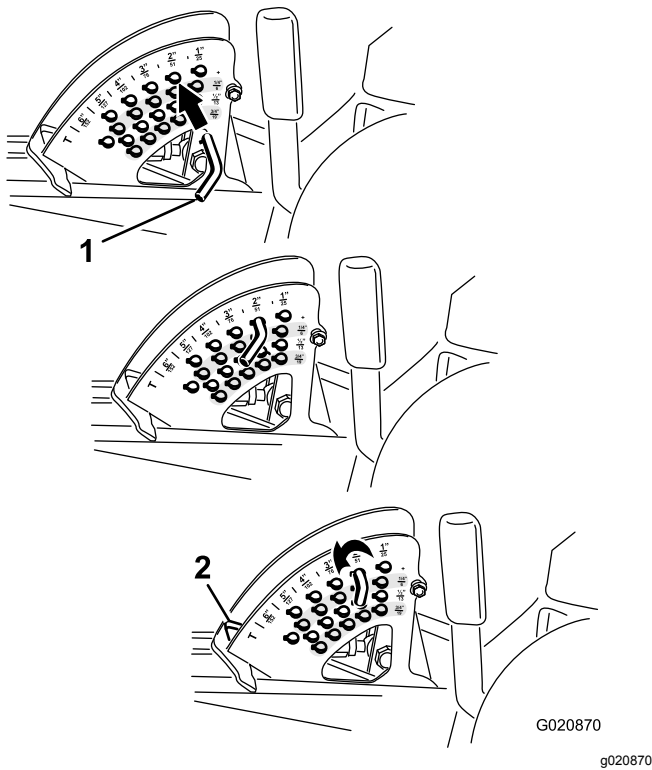

Bild 25
2. Drehen Sie den Anschlagstift so lange, bis der Rollstift innen mit den Schlitzen in den Löchern in der Schnitthöhenhalterung ausgefluchtet ist. Nehmen Sie ihn dann ab (Bild 25).
3. Wählen Sie ein Loch in der Schnitthöhenhalterung, das der gewünschten Schnitthöhe entspricht, stecken Sie den Stift ein und drehen Sie ihn nach unten, um ihn zu arretieren (Bild 25).
Hinweis: Es gibt vier Reihen der Lochpositionen (Bild 25). Die oberste Reihe ergibt die Schnitthöhe, die über dem Stift steht. Die zweite Reihe ergibt die Schnitthöhe plus 6 mm. Die dritte Reihe ergibt die Schnitthöhe plus 12 mm. Die unterste Reihe ergibt die Schnitthöhe plus 18 mm. Für die Stellung von 15,8 cm gibt es nur ein Loch, das in der zweiten Reihe ist. Mit diesem Loch werden nicht 6 mm den 15,2 cm hinzugefügt.